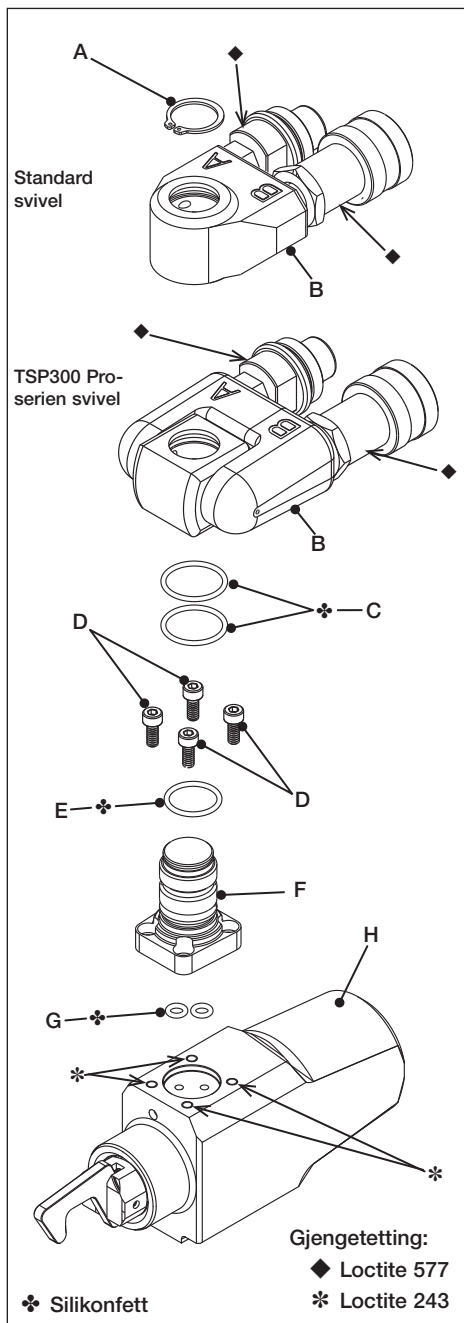

Fig. 16
5.3 Forebyggende vedlikehold – Hydraulisk svivel og drivenhet (fig. 16, 17, og 19)